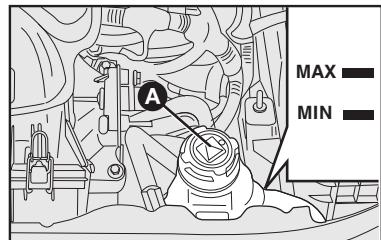

fig. 4
**LÍQUIDO DO SISTEMA DE ARREFECIMENTO DO MOTOR - A-fig. 4**